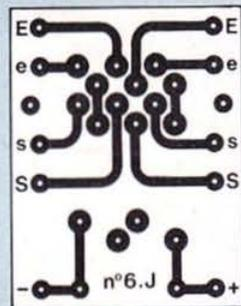

Fig. 10.
- une plaquette de commutation « avec/sans correction » (fig. 10).